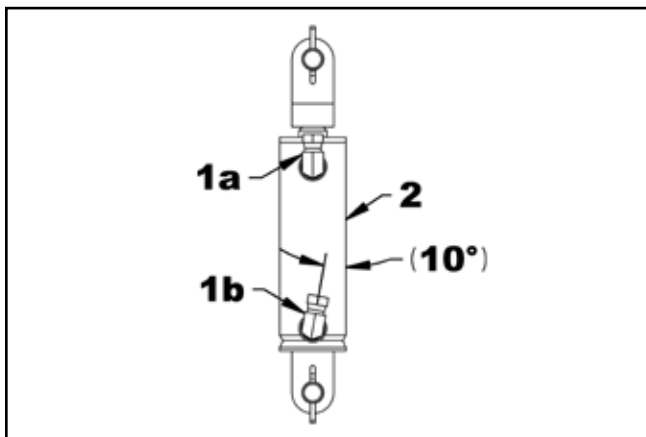

Figure 31. Raccords Orient
3. Figure 31: À l'aide d'un produit d'étanchéité pour filetage, installez un coude à 90° 3/8 po NPT mâle x 1/4 po NPT femelle pivotant (1a) sur l'orifice du côté de la tige du cylindre, pointant vers le haut et parallèle au cylindre (2). Installez un coude à 90° 3/8 po NPT mâle x 1/4 po NPT femelle pivotant (1b) sur l'orifice à la base du cylindre, pointant vers le cylindre et à un angle de 10° (2).